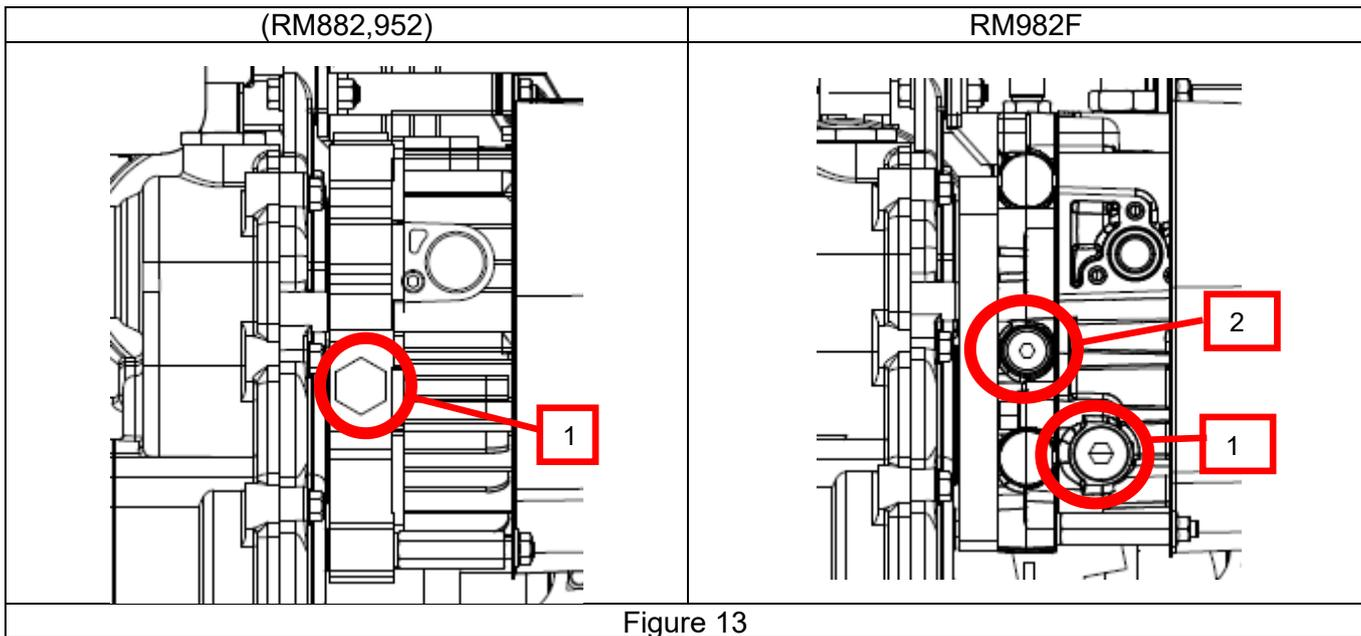
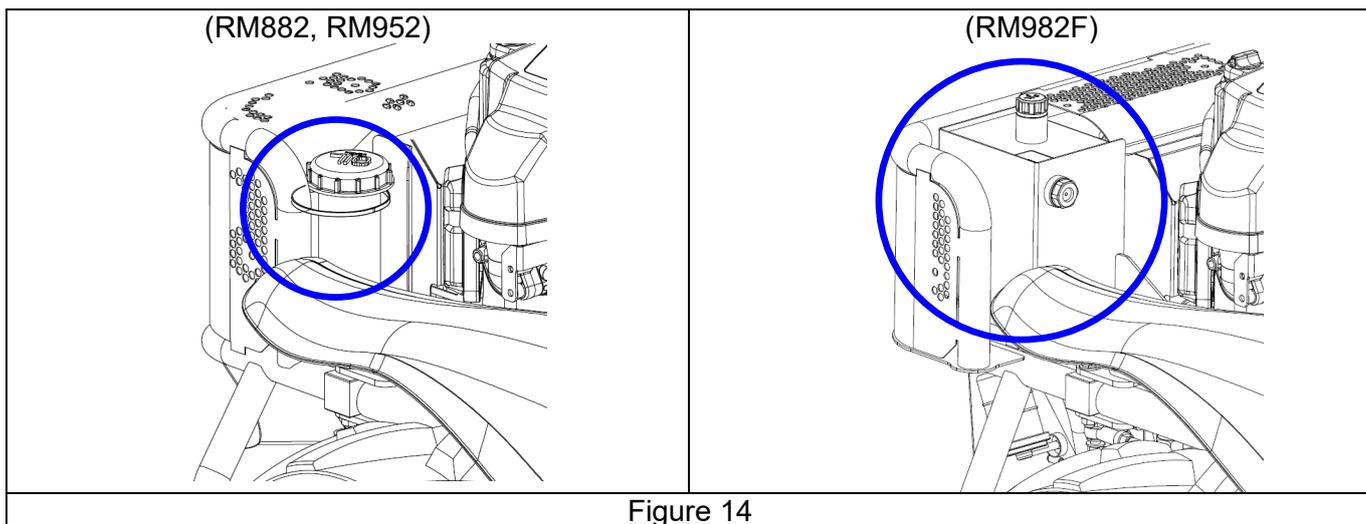

Figure 13
Figure 14
Niveau d'huile HST (Figure 14)
Remplacement de l'huile HST à l'arrière (Figure 13, Figure 14)
1. Placez le récipient approprié sous l'unité HST pour récupérer l'huile, puis retirez le bouchon de vidange d'huile (1 Figure 13).
Ne jamais desserrer le boulon (2 Figure 13), sinon il aurait une influence sur la conduite de la machine. Cela est considéré comme une mauvaise utilisation et les dommages causés par une mauvaise utilisation ne seront pas couverts par la garantie.
- Ensuite, vérifiez qu'il n'y ait pas de bulles dans le réservoir d'huile HST. Après le fonctionnement, vérifiez si le niveau d'huile atteint la « position de niveau haut » dans le réservoir d'huile. Si ce n'est pas le cas, ajoutez de l'huile jusqu'à « position niveau haut » dans le réservoir d'huile. (Figure 14)